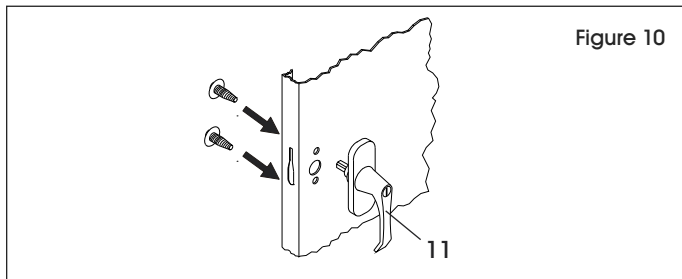

Figure 10
1. Placez la poignée de verrouillage (11) sur la porte droite et fixez-la à l'aide de deux boulons à encoches à tête hexagonale n° 8-32 x 1/4 et de rondelles de blocage. (Voir Figure 10)